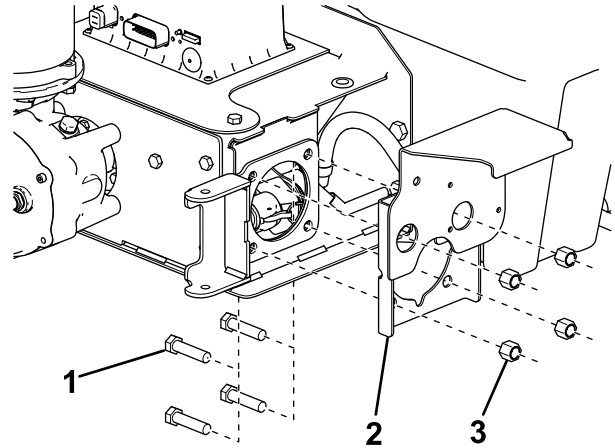

**Bild 23**
16. Befestigen Sie den 45 cm langen Schlauch am 90°-Anschlussstück mit einer Schlauchklemme (Bild 23).
17. Befestigen Sie den 1,2 m langen Schlauch am Schlauch-Anschlussstück an der linken Seite der Pumpe mit einer Schlauchklemme (**Bild 23**).
18. Verlegen Sie den Schlauch unterhalb des Rahmenholms zum Filter (**Bild 23**).